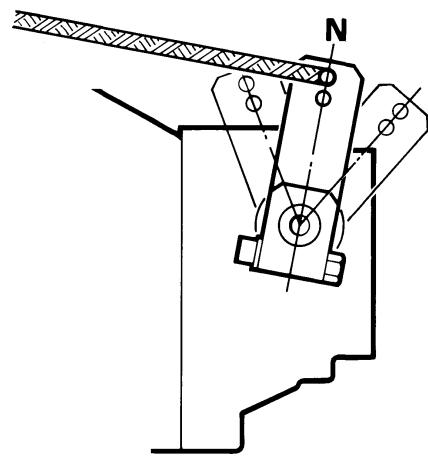

Fig. IV-3
**WARNING.** When the engine runs idle, but the propeller shaft should not be driven (such as when charging the battery with the generator), the shifting lever (fig. IV-3, item 1) must be held in the neutral position (N) to prevent the boat from moving.
**PERICOLO.** Quando il motore gira al minimo e si desidera che l'elica non giri (per esempio se si deve caricare la batteria con la barca ferma), la leva di comando deve trovarsi in posizione neutrale N (vedere fig. IV-3).
**DANGER.** Quand le moteur tourne à vide, tandis que l'arbre d'hélice est arrêté (par exemple quand les batteries se chargent avec l'alternateur), le levier de commande (fig. IV-3, repère 1) doit être en position neutre (N), pour que le bateau ne se déplace pas.
**WARNUNG.** Wenn der Motor im Leerlauf läuft und die Propellervelle aber nicht angetrieben werden soll (z.B. beim Aufladen der Batterie durch den Generator), muß der Schalthebel (Pos. 1, Bild IV-3) in der neutralen Position (N) gehalten werden, da das Boot sich sonst bewegt.